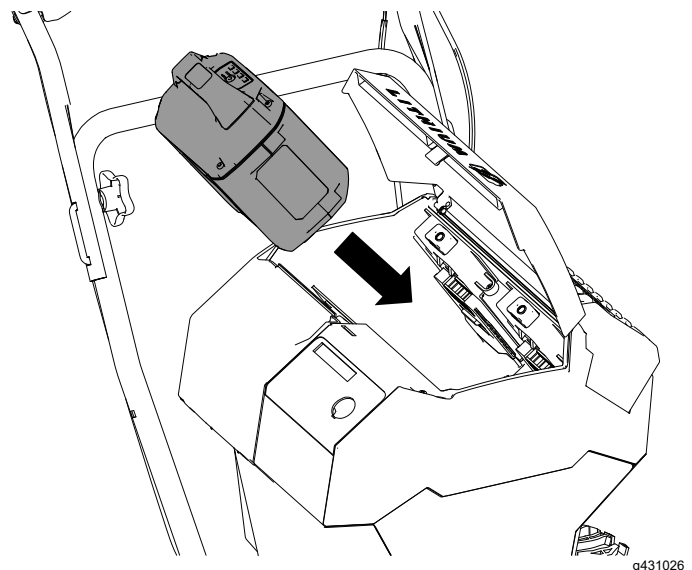

Figura 11
3. Alinee el hueco de la batería con la lengüeta de la máquina e introduzca la batería en el compartimento hasta que se enganche en su sitio (**Figura 11**).